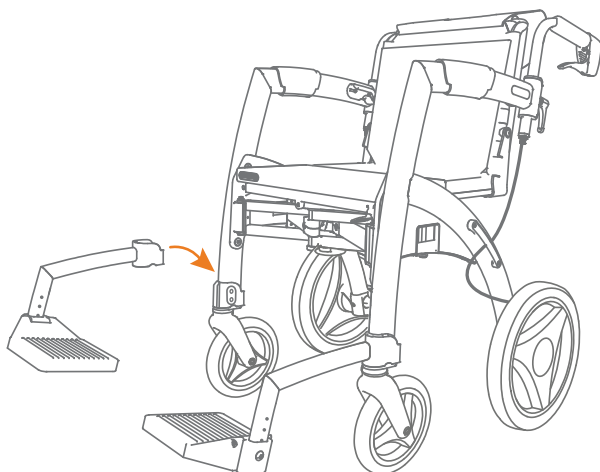

Figure 39: Placer les repose-pieds.
- e. Les repose-pieds se trouvent dans le sac du kit chaise roulante. Vous placez les repose-pieds à l'avant du Rollz Motion dans les porte-repose-pieds. Laissez-les glisser de haut en bas le long des porte-repose-pieds **(Figure 39)**. Les repose-pieds ne glissent pas doucement sur les porte-repose-pieds? N'appliquez pas la force. Tirez-les à nouveau et veuillez essayer à nouveau.